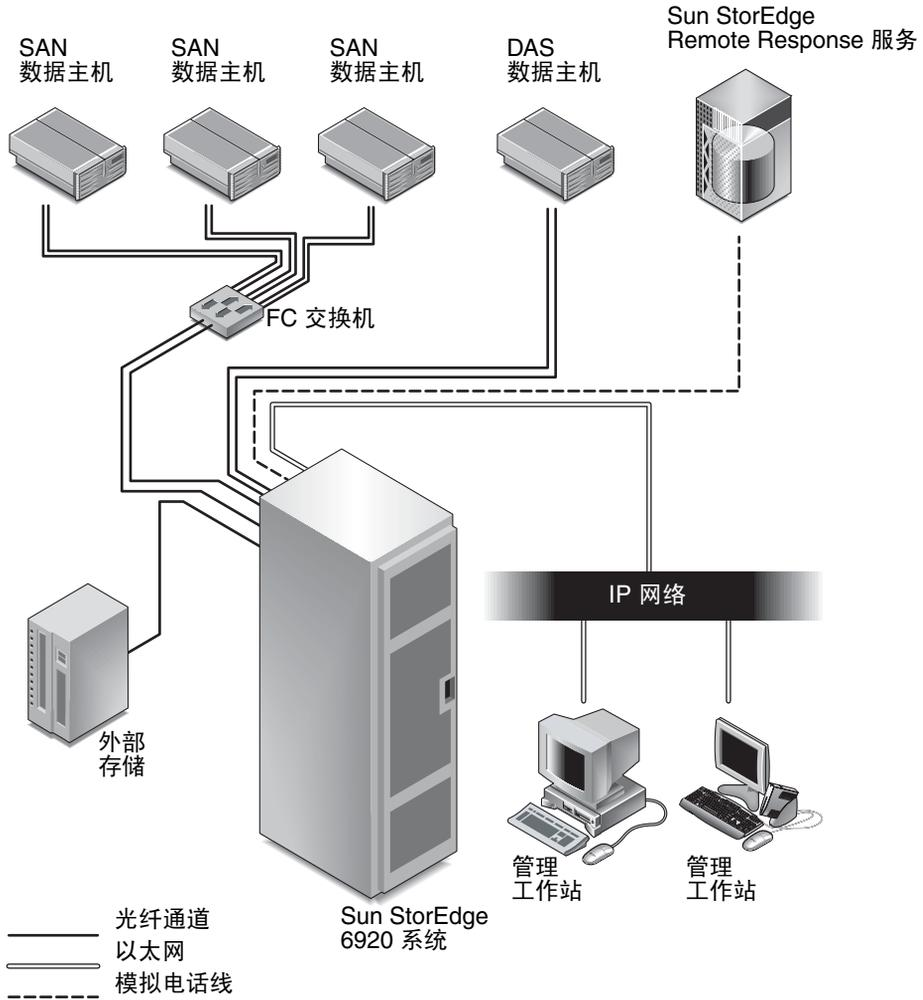

图 1-1 Sun StorEdge 6920 系统环境
- 图 1-1 Sun StorEdge 6920 系统环境 2